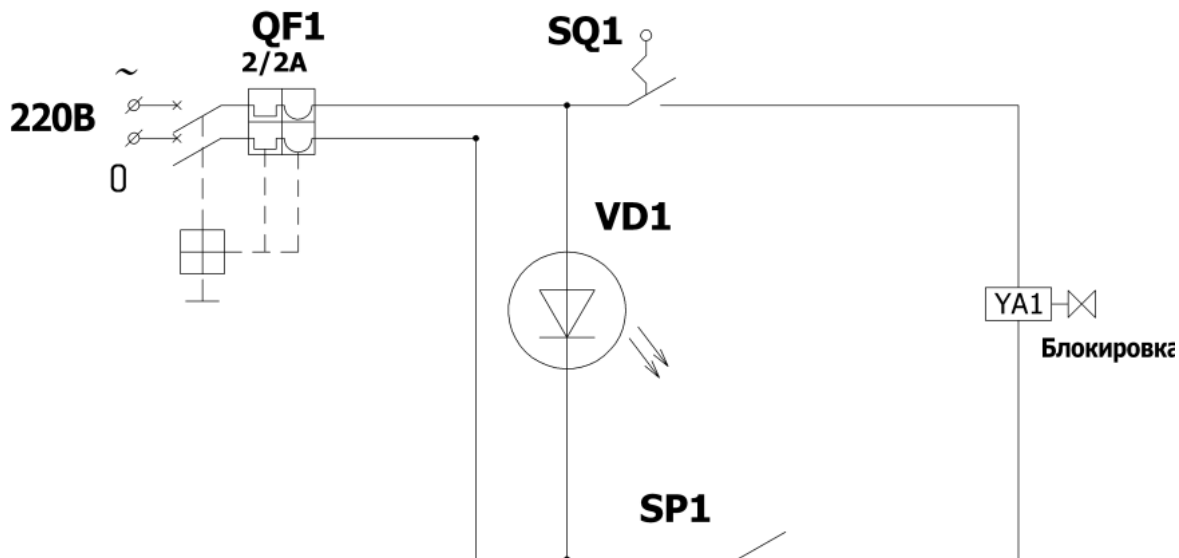

Рисунок 1 Схема электрическая принципиальная.
- в) подключить камеру к сети 220В (см.рис.1).